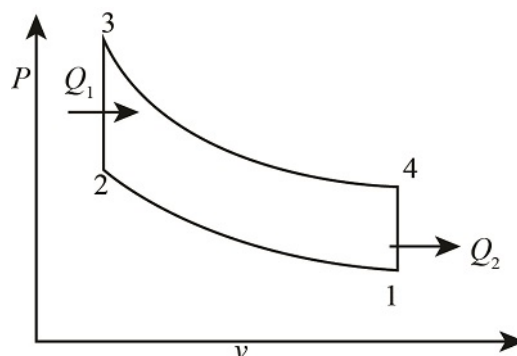

Figura 3: Diagrama PV do ciclo Otto.
d) A derivada da função, no ponto de inflexão precisa ser nula, ver figura 3. Isto também significa que a derivada da função é igual à tangente do ângulo de inclinação θ . Assim